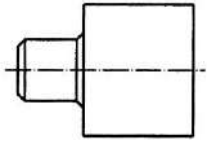

Рисунок 5.11 –
3) другу точку зазначте натисканням у будь-якому місці правіше кінцевої точки осьової лінії (між точками 1 і 2 лінія зітреється і вал стане виглядати, як показано на рис. 5.11);